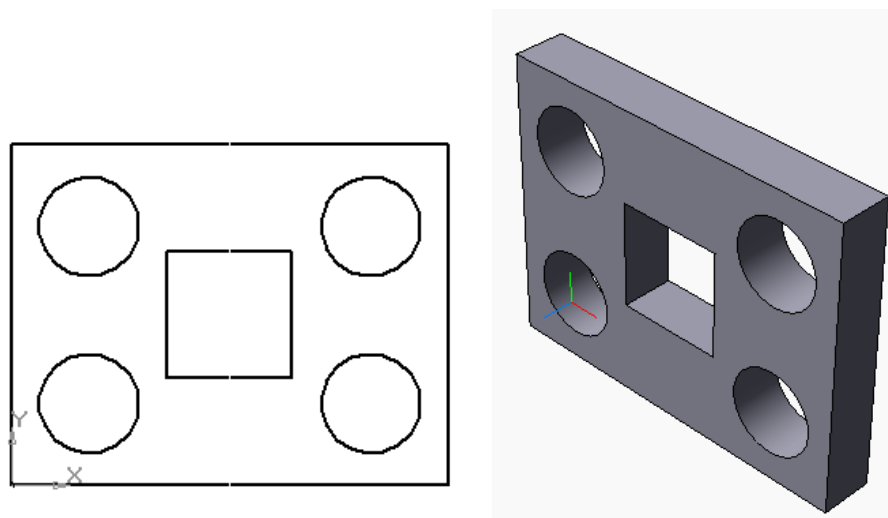

Рис. 76
5. Эскиз базовой детали может содержать один или несколько контуров. Если контур один, то он может быть незамкнутым, а если контуров несколько, то все они должны быть замкнутыми. Причем один контур наружный, а все остальные вложены в него (рис. 76).